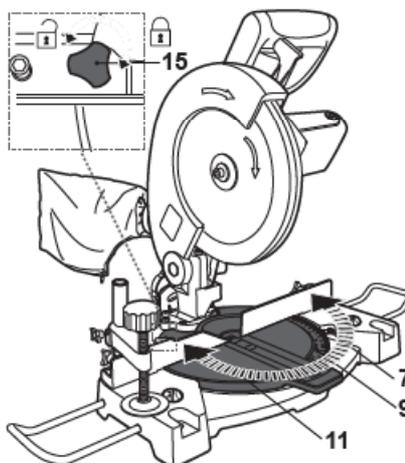

Fig. 31
- > Desserrez le boulon de verrouillage de la table [15]. Tournez la table [11] jusqu'à ce que le pointeur [7] indique l'angle souhaité sur l'échelle d'onglet [9] (Fig. 31). Puis resserrez le boulon de verrouillage [15].